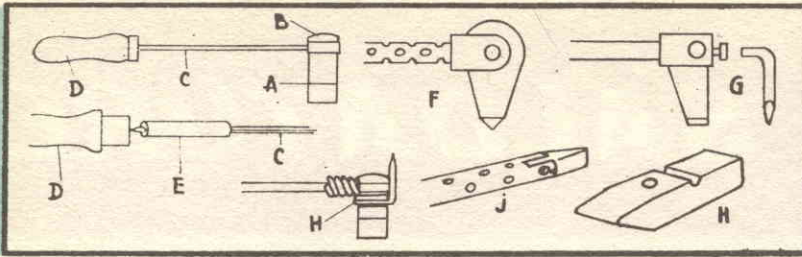

Fig. 4
Il più diffuso è quello a riscaldamento indipendente (A, fig. 4). Esso è composto di una testa in rame rosso la cui importanza deve essere pari a quella delle saldature da realiz-
zare. La parte messa a squadro (A) o penna è quella realmente attiva: serve a trasportare la saldatura fusa ed a spargerla sui pezzi. Il riscaldamento di un ferro si effettua sempre sulla parte opposta della penna o calcio. La barra (C) unisce la penna al manico che deve essere il più isolante possibile. Questa barra non deve essere troppo grossa affinché non serva da conduttore di calore tra la penna ed il manico. Se questo ultimo si carbonizzasse internamente, prima di comprimerla la barra avvolgete la sua base in un foglio di amianto (E, fig. 4). E' evidente che più la penna in rame è vicina, meno in fretta si raffredderà il ferro. Così, anche se dei piccoli lavori sono solo esaminati, non cercate dei ferri piccoli. Per effettuare delle piccole saldature per mezzo di un grosso saldatore, attorcigliate un grosso filo di rame attorno alla penna: l'estremità a squadro del filo servirà da penna in piccolo. Il filo piegato sarà da 3-5 mm. di \varnothing . Alcune penne di ferro sono articolate all'estremità della barra (F-J) e permettono di lavorare in qualsiasi posizione. Altre penne sono amovibili (G), cosa questa che offre il vantaggio di adoperare un solo ferro sia per i lavori pesanti che per quelli leggeri. Infine, alcune penne poco importanti richiedono intagli e fori ciechi? queste sono destinate a rendere più agevoli le saldature sui fili elettrici.